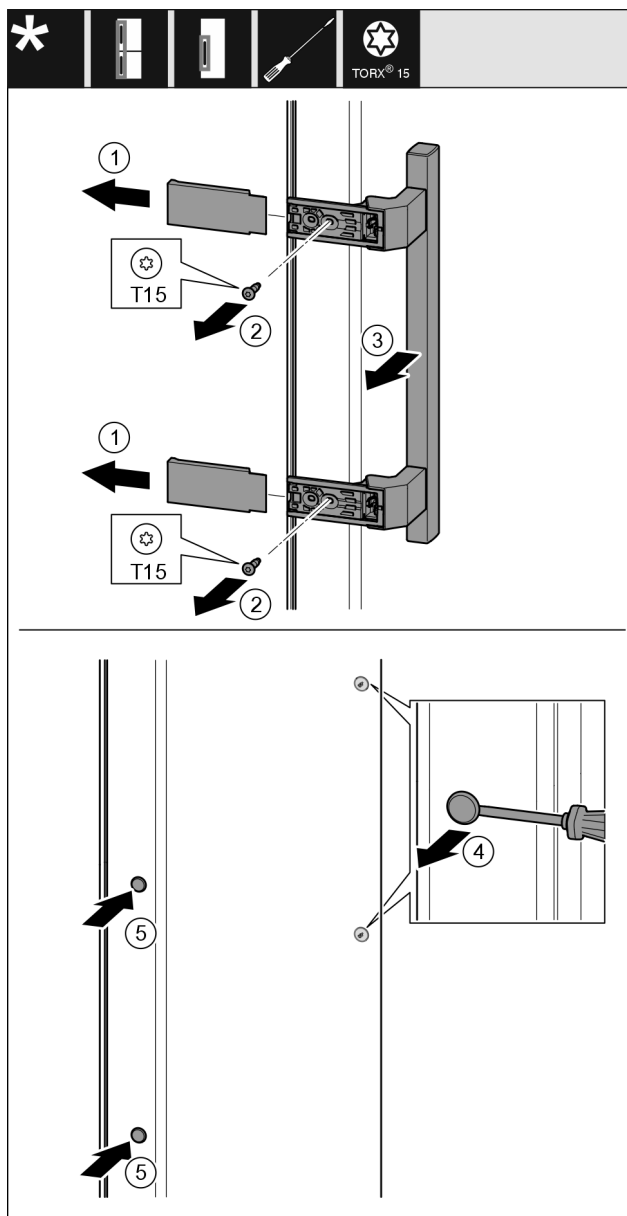

Fig. 24
- Zdjąć osłonę Fig. 24 (1).
- Wykręcić śruby Fig. 24 (2) przy użyciu śrubokręta.
- Zdjąć uchwyt Fig. 24 (3).
- Podważyć ostrożnie boczną zatyczkę Fig. 24 (4) przy pomocy śrubokręta i wyjąć.
- Założyć zatyczkę Fig. 24 (5) ponownie z drugiej strony.